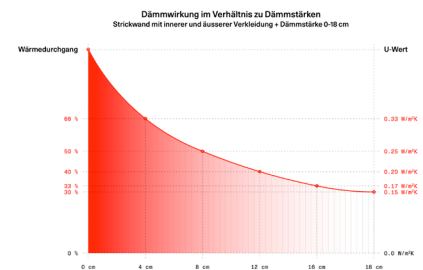

Abb. 11 Dämmwirkung im Verhältnis zu unterschiedlichen Dämmstärken, Denkmalpflege AR
- Abb. 11 Dämmwirkung im Verhältnis zu unterschiedlichen Dämmstärken, Denkmalpflege AR